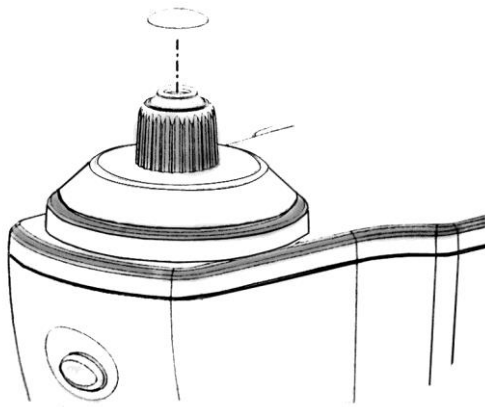

рис.36
4) Разместите линзу на месте для измерений наружной стороной вверх. (рис.36)